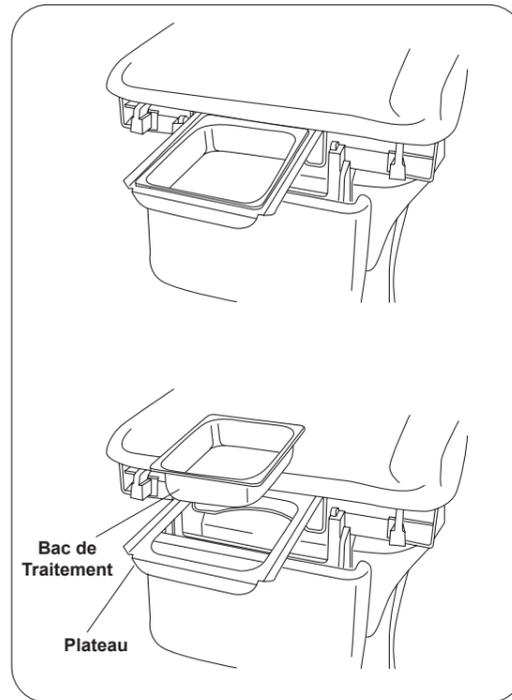

Figure 9. Bac de traitement
1. Pour exposer le bac de traitement à l'utilisation, saisissez la poignée du plateau et tirez jusqu'à ce que le plateau soit complètement déployé (Figure 9).